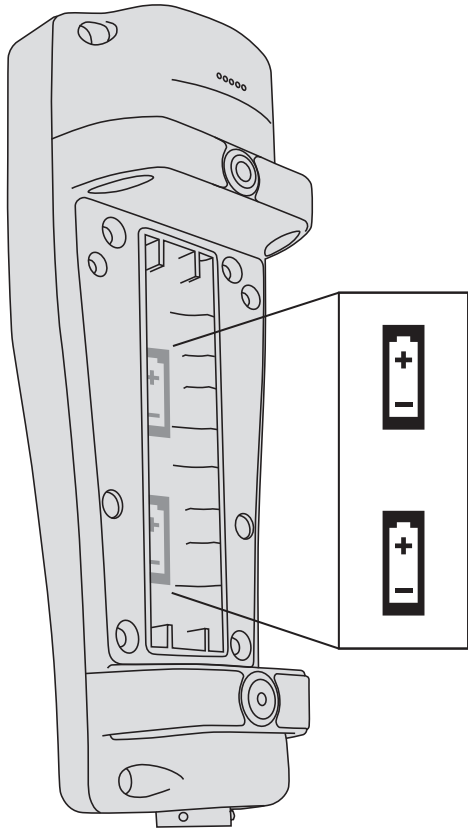

Abbildung 1 ProQuatro mit abgenommener Batterieabdeckung. Beachten Sie die Polaritätsmarkierungen.
3. Nehmen Sie die Batteriefachabdeckung ab und setzen Sie die neuen Batterien ein; beachten Sie die Polaritätsmarkierungen (Abbildung 1).